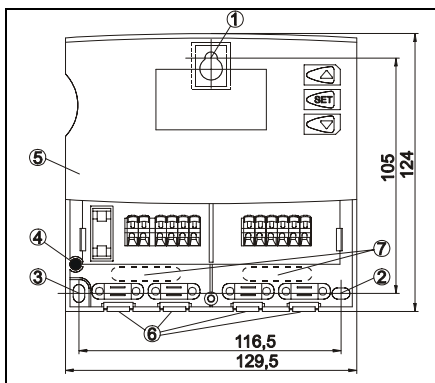
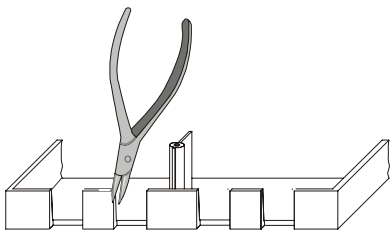

Fig. 1: Installations diagram
Fig. 2: Klipp ut för kabelgenomföringarna
Den interna automatik-kåpan (fig. 1, pos. 5) skyddar automatikens elektronik och behöver inte lossas för installationen.
En skruv måste först skruvas i väggen för att fästa automatiken. Automatiken hängs på skruven (fig. 1, pos. 1). Automatiken kan användas som mall för att märka på för borrning av de resterande hålen (fig. 1, pos. 2 and 3).
Kabeln kommer in genom regulatorns undersida (fig. 1, pos. 6) eller genom baksidan av kopplingshuset beroende på installationens utförande. Kabelgenomföringen måste klippas ut i kopplingshuset. se (fig. 2) för att kunna komma in med kabeln genom automatikens undersida.
Om automatiken måste anslutas genom kopplingshusets baksida (fig. 1, pos. 7), så kan knock out genomföringarna användas för kabelgenomföringen. I detta fall måste extern dragavlastning användas.